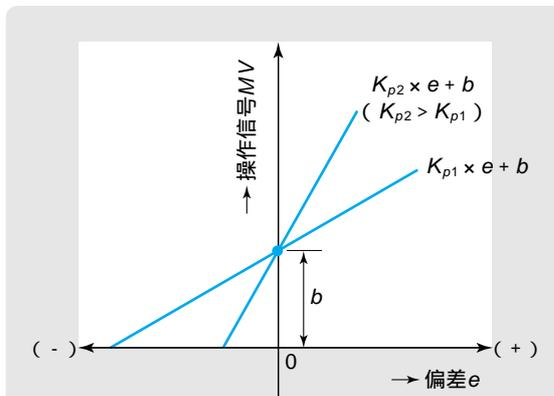

図2 P 制御の比例ゲイン K_P と操作信号 MV の関係
(1)式の比例ゲイン K_P をパラメータとし、偏差 e と操作信号 MV との関係を図2に示します。バイアス b は偏差 e がゼロのときの操作信号の大きさ、つまり制御の起点を与えるもので、その後の操作信号 MV は偏差 e の大きさに比例して増減することになります。比例ゲイン K_P を大きくしていくと、操作信号 MV は偏差 e の変化に対して急勾配で増減するようになります。